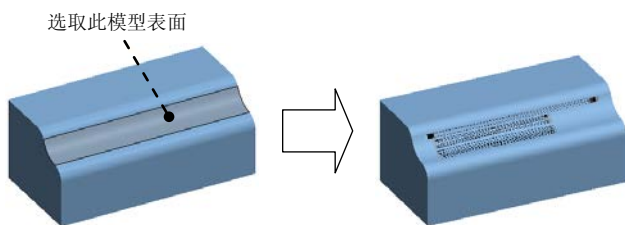

图 7.6.23 选取模型表面
(1) 选择外观 app_decal,单击  选项卡,在  区域的下拉列表中选择 ,再单击  按钮。
(2) 在弹出的“打开”对话框中,选择前面保存的 decal.tx4 文件,然后单击  按钮。
(3) 单击“外观管理器”对话框的  按钮。单击  功能选项卡  区域中的“外观库”按钮 ,在智能选取栏的下拉列表框中选择 ,选取图 7.6.23 所示的模型表面,然后在“选择”对话框中单击  按钮。